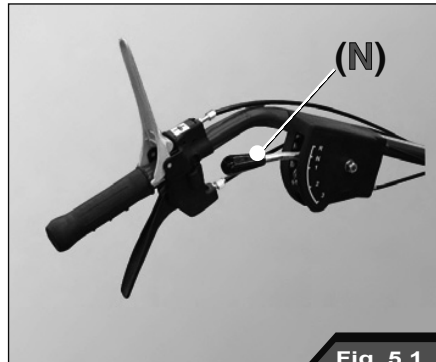

Fig. 5.1
- Pour préserver votre sécurité, le Levier sélecteur de vitesse est en position neutre (N, Fig. 5.1).
- Pour votre sécurité, vérifiez que les leviers d'avancement de la machine (2) et d'enclenchement du rotor à lames (6) sont en position verticale